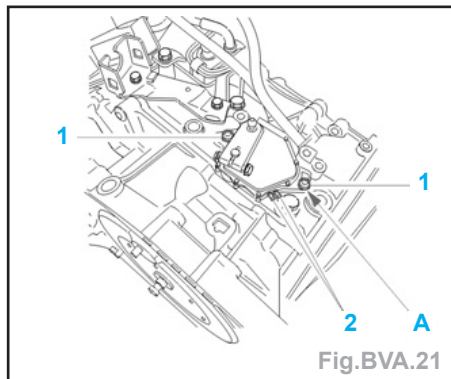

Fig.BVA.21
- Débloquer les vis (1) (Fig.BVA.21).